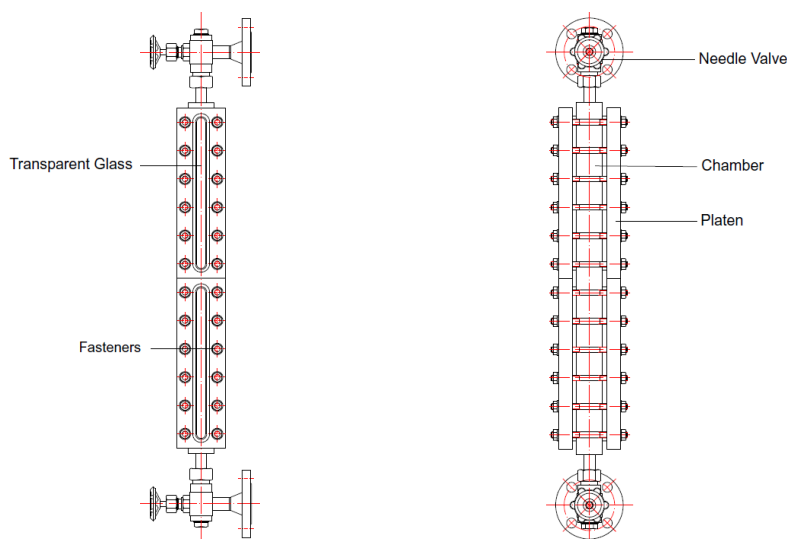

图 1 结构图
3. 液位计由针形阀、腔体、压板、排气排污装置、标准紧固件等组成，其外形结构见图 1；